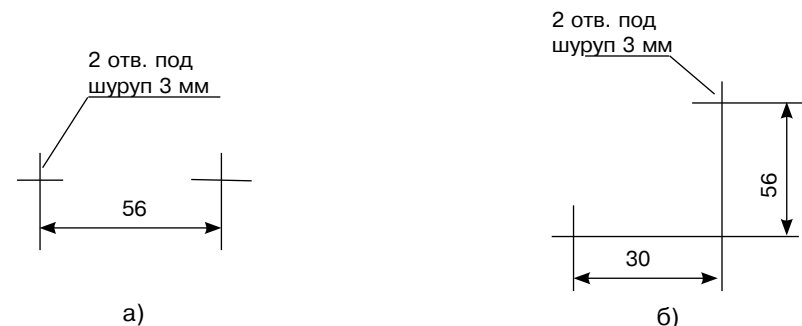

Рис. 4.5
- произведите разметку согласно чертежу, приведенному на рис.4.5а) для установки УПС-А и рис. 4.5 б) - для установки ВУПС;